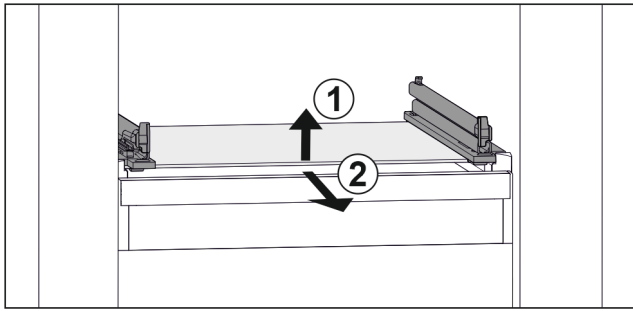

Fig. 106 Lasihyllyn esimerkinomainen kuvaus
- ▶ Nosta lasihyllyä edestä. Fig. 106 (1)
- ▶ Poista lasihylly vetämällä sitä eteenpäin. Fig. 106 (2)